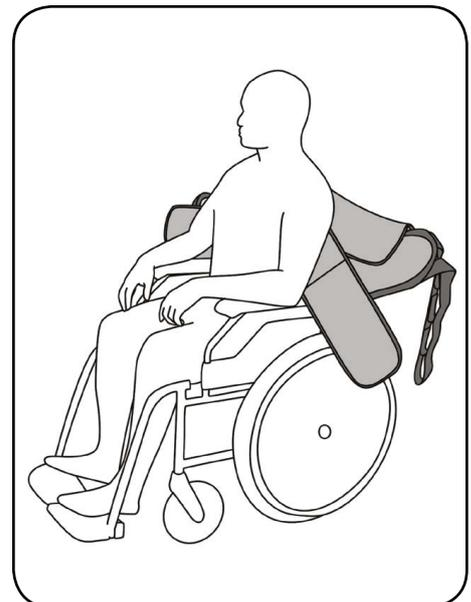

Abb. 9.2.02 – offener Liftergurt hinter dem Rücken des Patienten
5. Schieben Sie den Liftergurt hinter den Rücken des Patienten (Abbildung 9.2.02). Achten Sie darauf, dass die Oberkante des Liftergurtes auf Höhe des Achselbereiches ist.